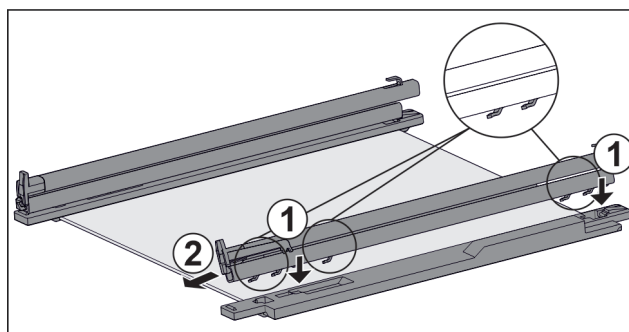

Fig. 224 Staklena ploča s vodičicama i pridržnim dijelovima
- ▶ Stavite kuke vodilice na otvore **lijevog** pridržnog dijela. *Fig. 224 (1)*
- ▶ Skinite vodilicu prema naprijed. *Fig. 224 (2)*
- ▶ Stavite kuke vodilice na otvore **desnog** pridržnog dijela. *Fig. 224 (1)*